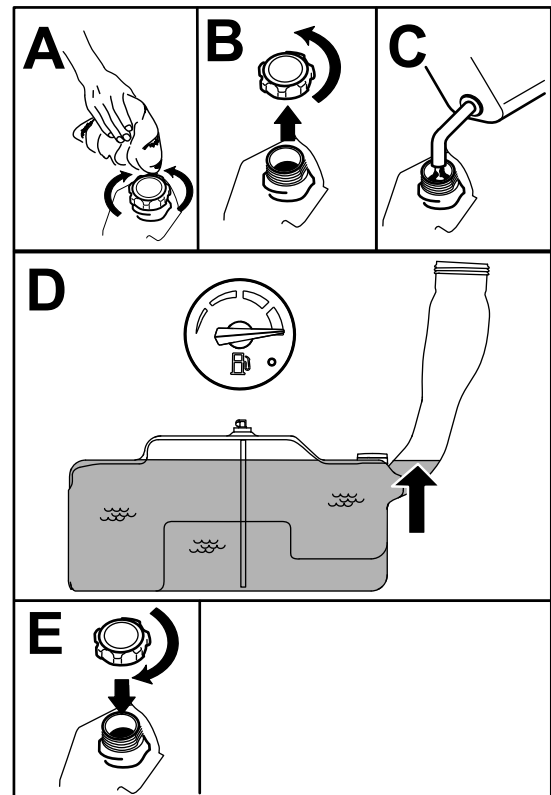

Figura 7
5. Llene el depósito de combustible hasta que el indicador de combustible llegue a la marca de lleno (Figura 7).